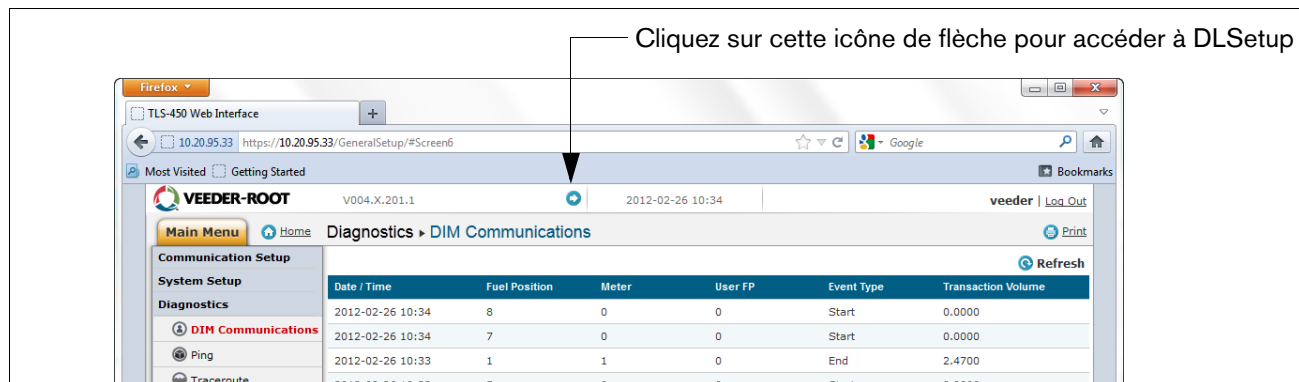

Figure A-13. Accès à DL Setup
15. Cliquez sur la flèche directement à gauche de la date pour passer dans l'application DLSetup (voir la Figure A-13.).